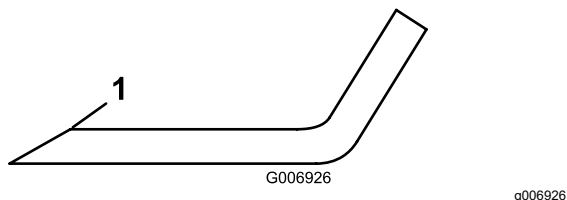

Рисунок 108
сохраняйте первоначальный угол заточки (Рисунок 108).
6. Если нож затупился или имеет зазубрины, заточите только верхнюю режущую кромку, сохраняя первоначальный угол заточки (Рисунок 108).